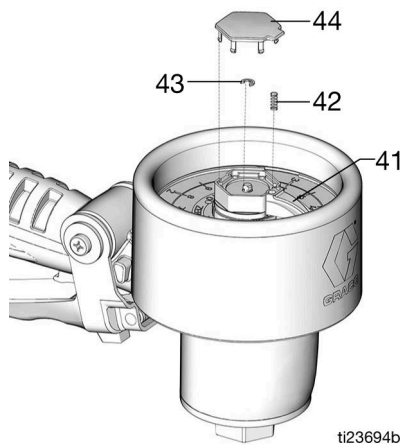

ABB. 14
2. Abdeckung (44), kleinen Haltering (43), Zeigerbügel (41) und Zeigerfeder (42) entfernen (ABB. 14).